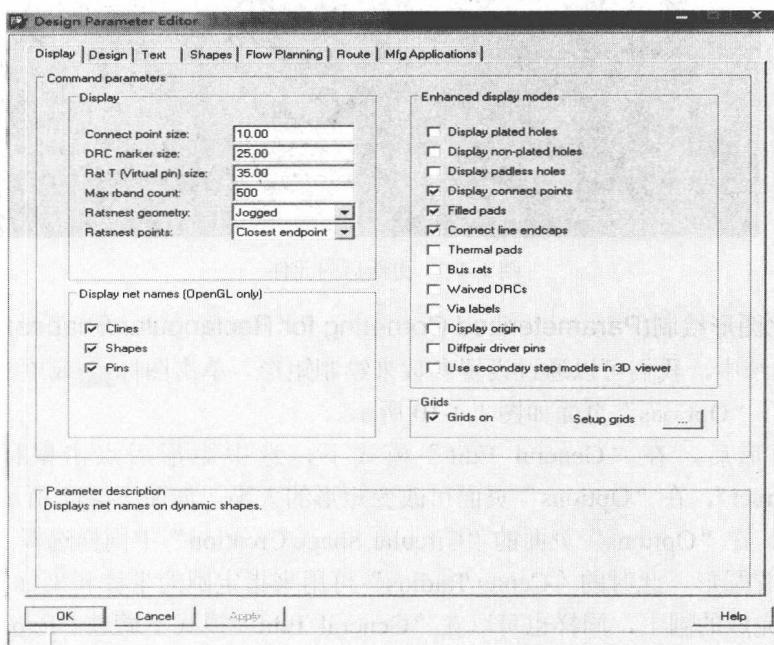

图 1-4-13 “Design Parameters Editor”对话框
16.6 系统中我们可以自定义设置是否让网络名在走线、Shape 及 Pin 上显示出来。单击“Setup”→“Design Parameters Editor”→“Display”，如图 1-4-13 所示，在“Display net names”中可以设置是否显示网络名。